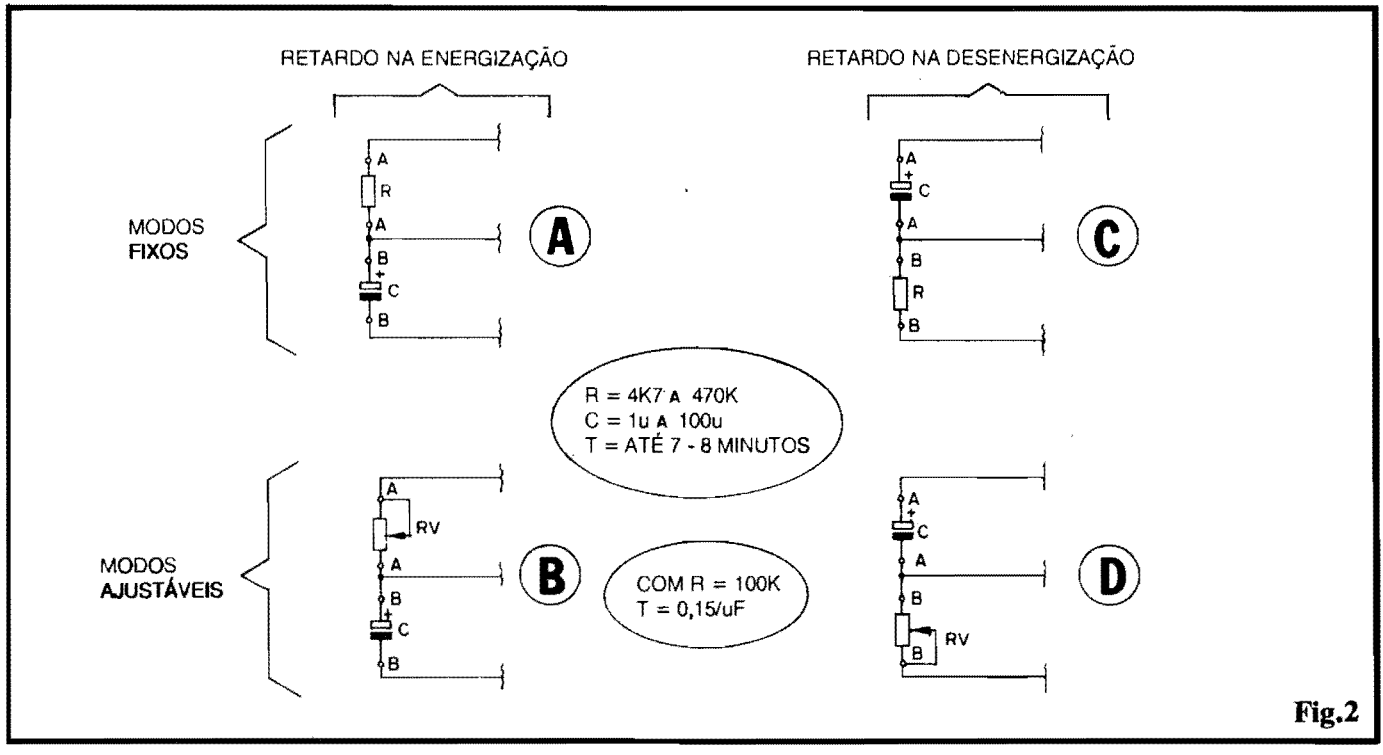

Fig.2
- FIG. 5 - DETALHANDO ("CHAMPEADO") AS POSSIBILIDADES E COMBINAÇÕES DE RESISTOR/CAPACITOR PARA A DESEJADA TEMPORIZAÇÃO E COMPORTAMENTO... - O Leitor atento perceberá, na FIG. 5, a mera estilização, ou vista real do que foi diagramado na FIG. 2... Os próprios itens A-B-C-D relêem-se exatamente às condições e comportamentos indicados, em esquema, naquela figura... Notem cada possível posição para o resistor fixo (RA ou RB), trim-pot (RVA ou RVB) e capacitor (CA ou CB)... Observar, ainda, que qualquer